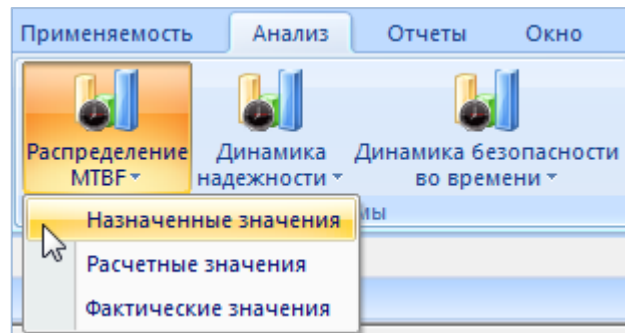

Рис. 29-14 – Выбор диаграммы
- 3) Нажать кнопку «Распределение МТBF» панели «Диаграммы» на вкладке «Анализ» и выбрать пункт «Назначенные значения» (рис. 29-14).